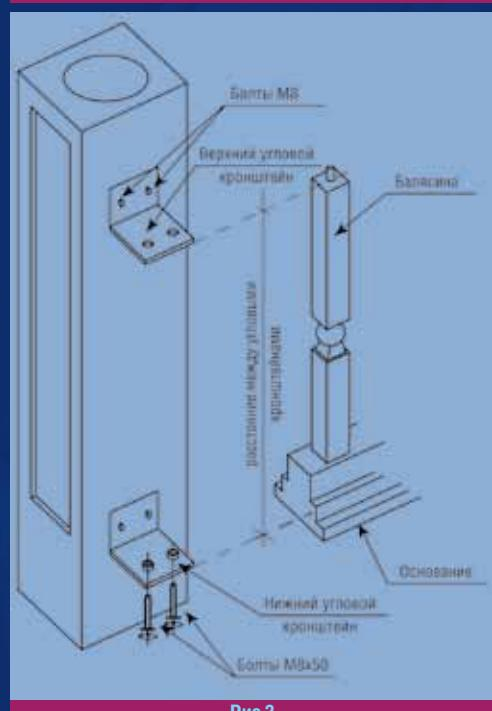

Рис.3
1. Измерьте высоту балюсины и высоту нижнего основания. Этот размер является расстоянием между угловыми кронштейнами на тумбе. Отметьте этот размер на ней. На уровне отметок, по центру тумбы, выполните пазы, по размерам соответствующие вертикальной полке углового кронштейна, а по глубине на 3мм больше толщины вертикальной полки углового кронштейна, это необходимо для крепления болтов заподлицо с тумбой. На вертикальной части кронштейна имеются монтажные отверстия. Выполните сквозные отверстия в стенке тумбы d 8мм. Закрепите кронштейн болтами с потайной головкой из нержавеющей стали M8, с применением плоской шайбы и стопорной шайбы (или гайки). После установки нижних угловых кронштейнов вкрутите болты M8x50 во втулки, расположенные на нижних угловых кронштейнах. (**См. Рис. 3**)